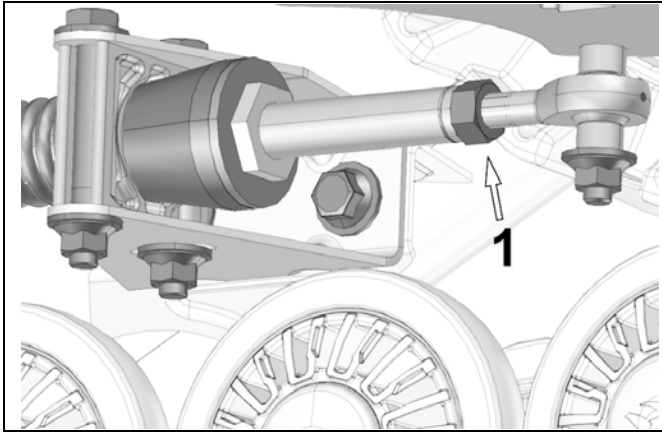

Abbildung 20
- Gegenmutter (1) nach erfolgter Einstellung wieder festziehen. Siehe Abbildung 20.